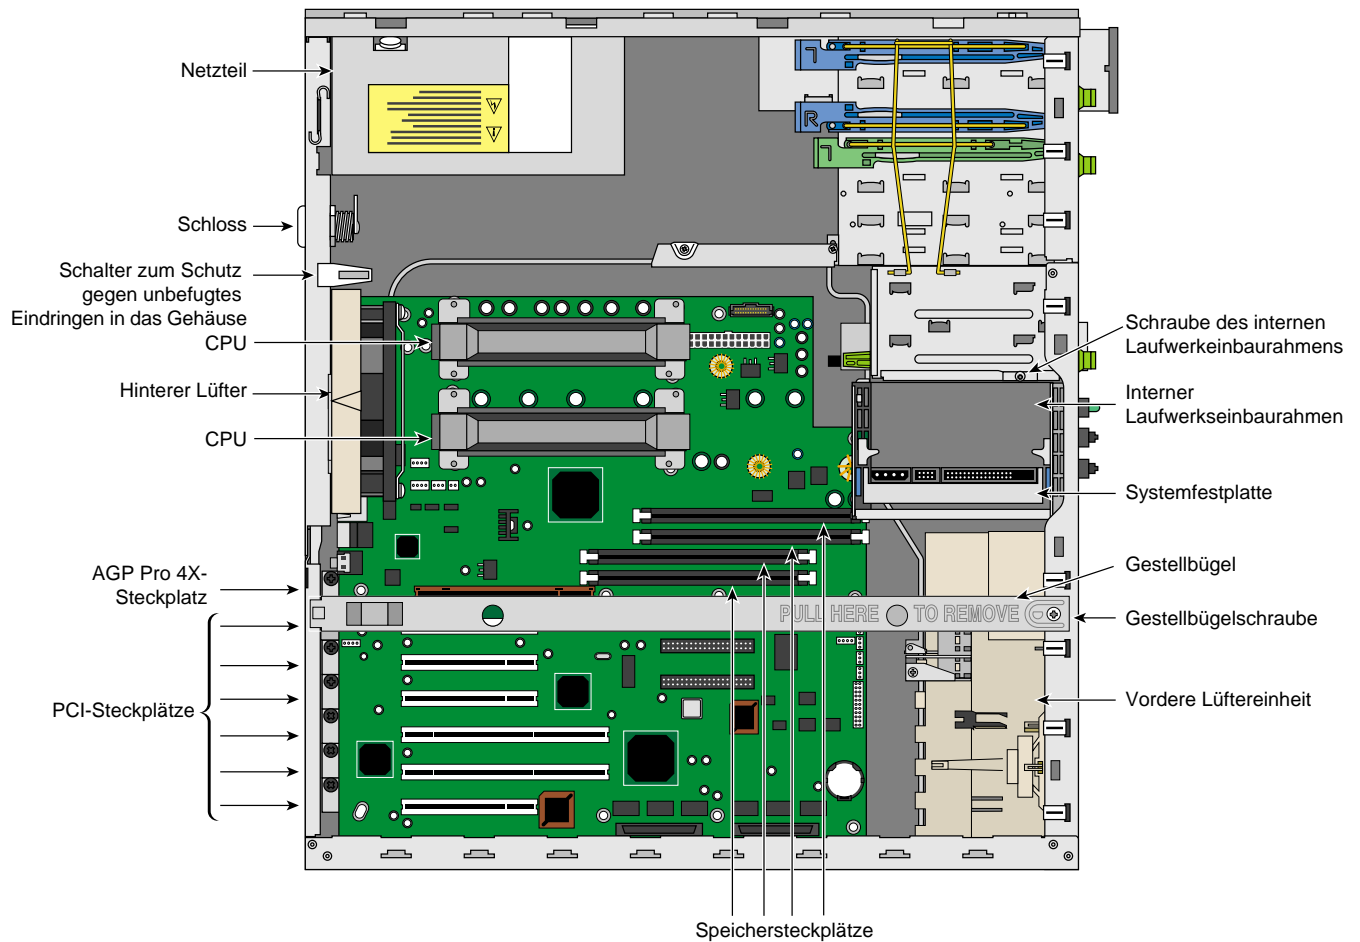

Abbildung 1-4 Interner Aufbau
In diesem Abschnitt wird die Lage der wichtigsten Komponenten im Gehäuse der Silicon Graphics 550 Visual Workstation beschrieben (siehe Abbildung 1-4).
- Die Lüftung der Silicon Graphics 550 Visual Workstation erfolgt über drei Lüfter, einen vorderen Systemlüfter und zwei hintere Systemlüfter (siehe Abbildung 1-4). Der vordere Lüfter saugt kühle Luft in das Gehäuse, die über die beiden hinteren Lüfter wieder aus dem Gehäuse geblasen wird. Einer der hinteren Lüfter befindet sich an der Rückseite, der andere im Netzteil.